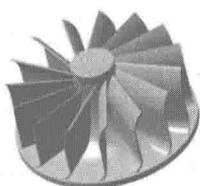

图 1.6 圆形阵列 1
Step4. 添加图 1.6 所示的零件特征——圆形阵列 1。
(1) 选择下拉菜单    命令，系统弹出“定义圆形阵列”对话框。